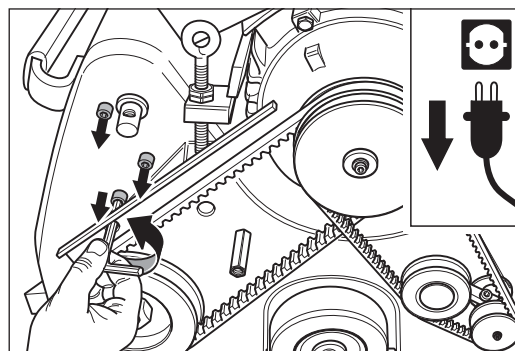

Abb. 71 Das Aggregat festhalten und **gleichzeitig** die drei Befestigungsschrauben des Aggregats entfernen.
- 8 Halten Sie mit einer Hand das Aggregat fest und entfernen Sie **gleichzeitig** mit der anderen Hand die drei Befestigungsschrauben des Aggregats (Abb. 71)! So kann das Aggregat nicht auf die Schleifwalze fallen.